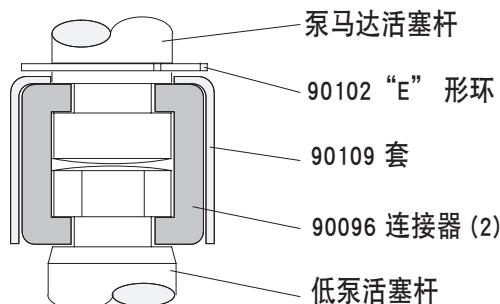

图 2
4. 用 e 形环钳将 “e” 形环向上拉到足够远处，使套筒能向上移动并松开两个接头 (见图 2)。.